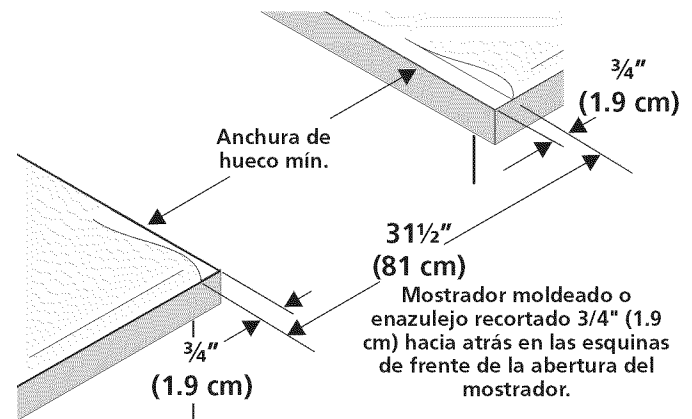

Figura 7
- **El reborde de frente de mostradores moldeados** deben tener bordes moldeados a $3/4"$ (1.9cm) a partir de cada extremidad de la apertura (Figura 7).
- **Los mostradores en azulejos** deberán necesitar un recorte de $3/4"$ (1.9 cm) a partir de cada extremidad y/o un borde redondeado aplanado (Figura 7).